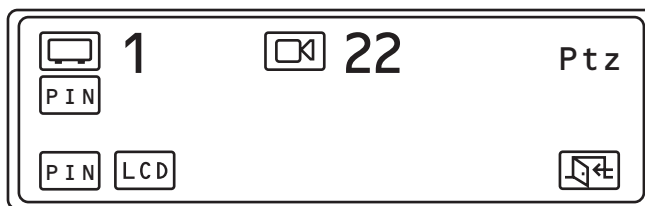

Figura 46. Menu Definisci PIN
1. Selezionare **DEF** dal menu principale. Sul display compare il menu di definizione PIN. La telecamera 22 nella Figura 46 è una telecamera PTZ.